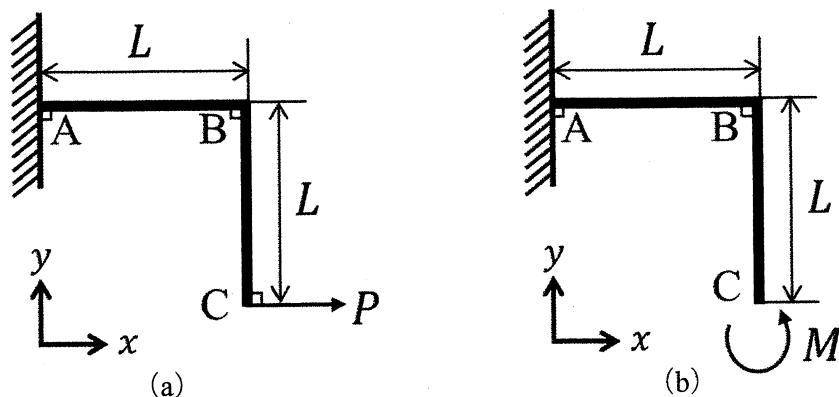

図 3-1
(1) 図 3-1 (a) に示すように、節点 B で直角に折れ曲がった曲りはり ABC の一端 A を壁面に固定した。ここで壁面の外向き法線の方向は  $x$  方向であり、区間 AB の部材の中心軸は  $x$  軸に平行である。曲りはりの区間 AB と区間 BC の長さはともに  $L$  であり、節点 B は曲りはりが変形しても曲り角度が変わらない剛節点である。
(2) 図 3-1 (b) に示すように、問い合わせ 3-1 (1) と同一の曲りはり ABC の他端 C において、今度は力  $P$  の代わりに、 $xy$  面内反時計回りのモーメント  $M$  を作用させたとき、以下を求めよ。